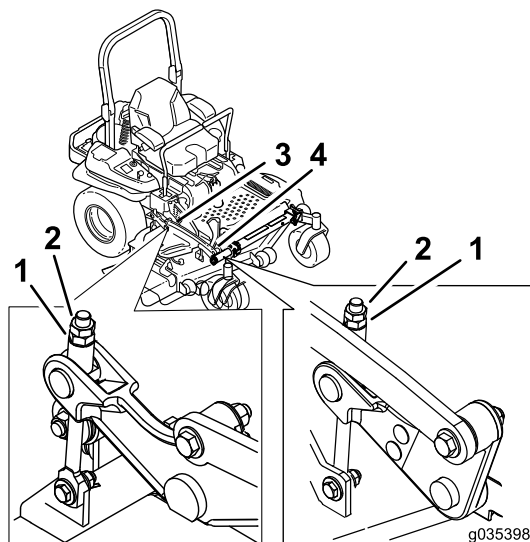

Figura 99
10. Afine a porca de ajuste no conjunto de elevação da plataforma frontal rodando-a (Figura 99).